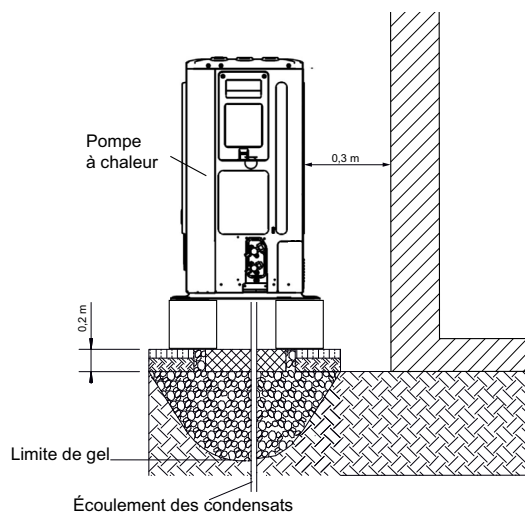
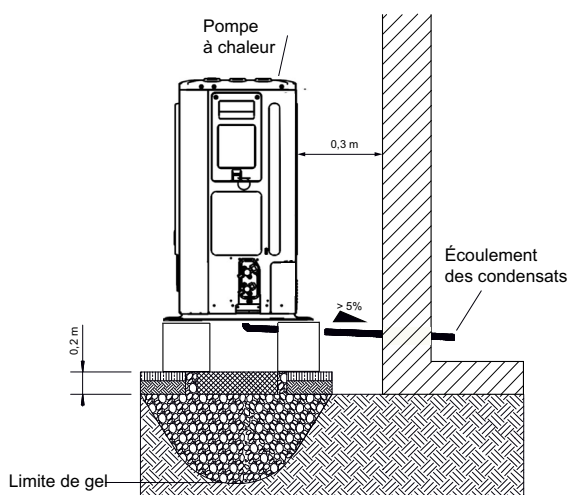

Abb. 5.2
Abb. 5.3
- Il est conseillé de monter l'unité extérieure près d'un mur, sur des fondations distinctes du bâtiment, à une distance d'au moins 0,3 m côté aspiration (Fig. 5.2 + Fig. 5.3).
- Respecter les distances minimales indiquées (Fig. 5.2).